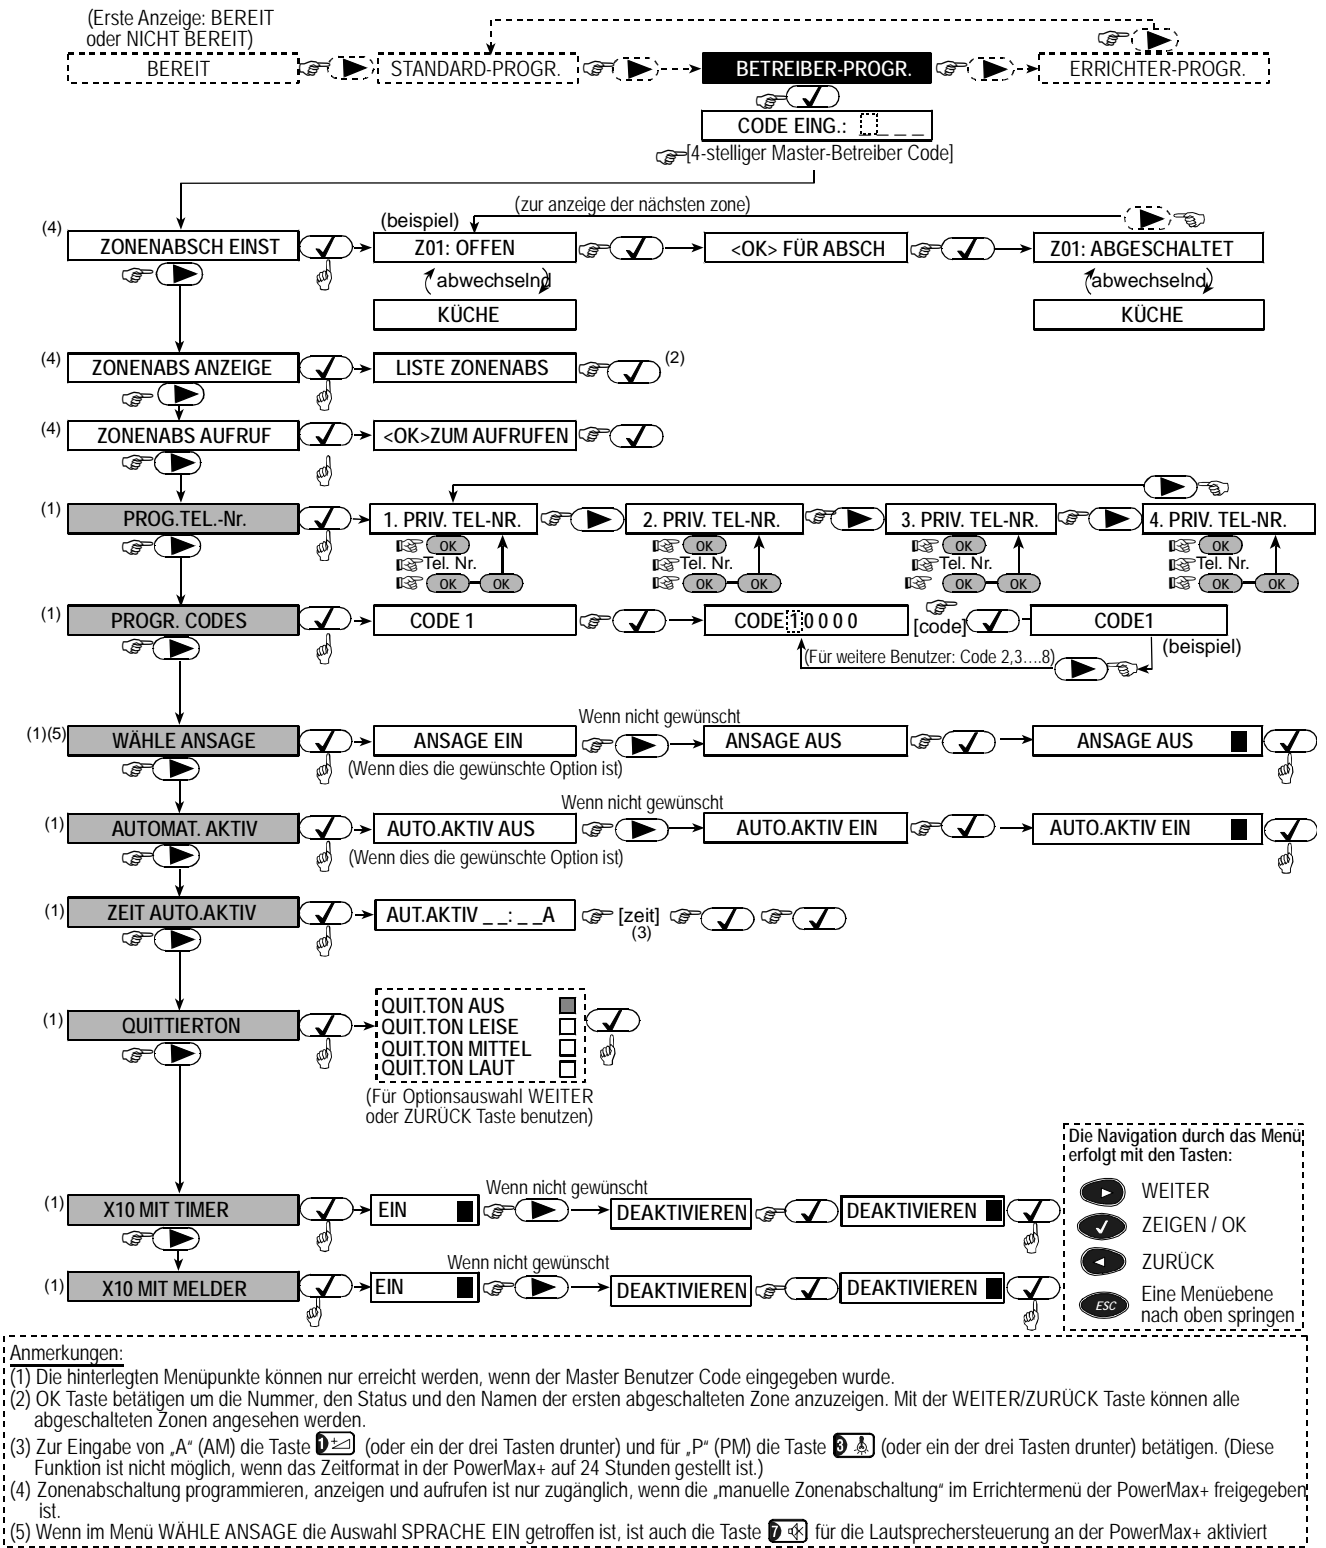

Abbildung 9: Darstellung Betreiber Menü
D. Nach dem Zugang zum Betreiber Menü können Sie, wie in Abbildung 9 dargestellt, zu den jeweiligen Menüpunkten wechseln um entsprechende Einstellungen durchzuführen.